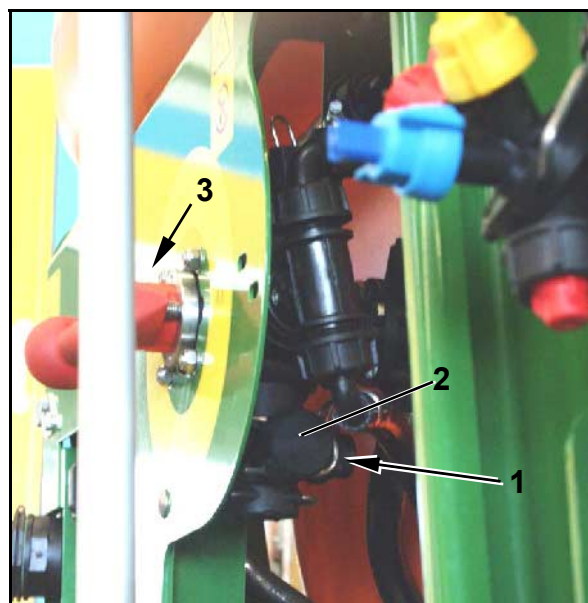

Bild 226
1. Demontera klämman (Bild 226/1) och ta bort pluggen (Bild 226/2) för testanslutningen.